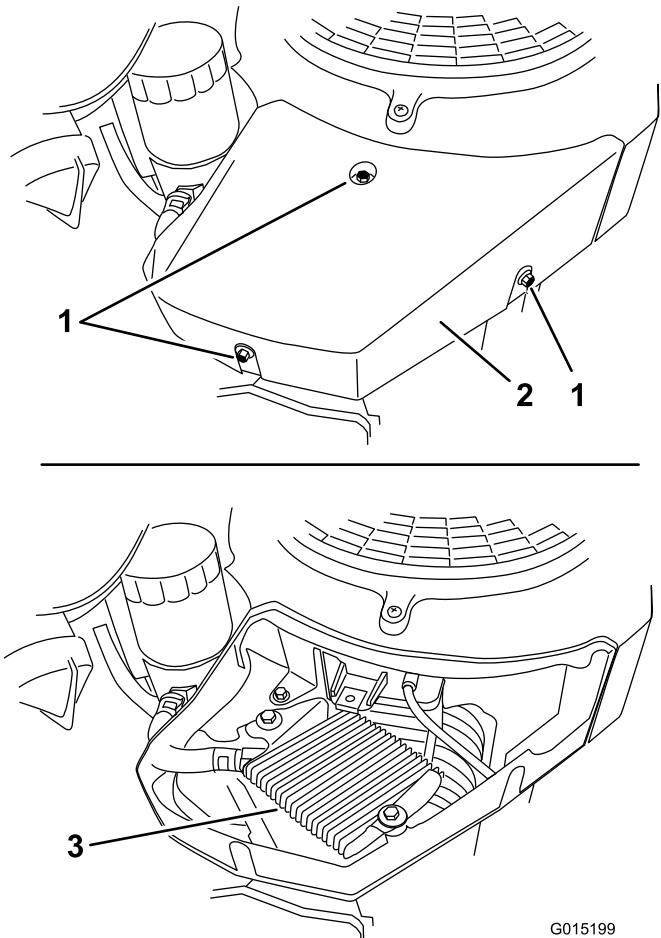

Figura 50
5. Limpie el enfriador de aceite del motor con aire comprimido (Figura 50).